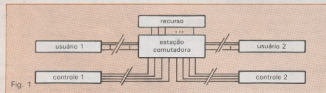

Fig. 1
**D**esenvolvido inicialmente para comutar a linha de um computador VAX Digital, do Instituto de Física e Química de S. Carlos, entre dois usuários distantes 100 m entre si, este circuito também pode ser usado para o compartilhamento de qualquer outro recurso, como impressora, telefone, microcomputador, entre outros. O comutador é constituído por uma estação de chaveamento, onde estão o circuito e a fonte, e por um ou dois controles. A estação fica junto ao aparelho e cada usuário dispõe de um controle (fig. 1). Caso um dos usuários fique próximo ao aparelho a ser comutado, seu con-